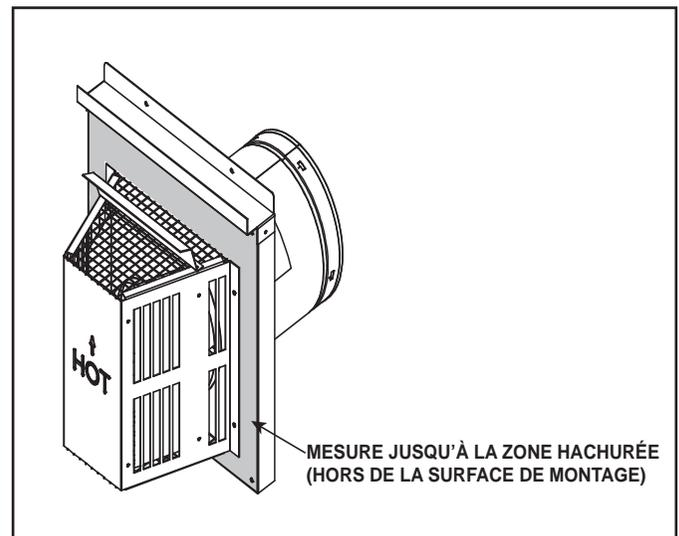

Figure 4.10 Mesure à la surface extérieure du montage
- Les extrémités horizontales sont mesurées par rapport à la surface de montage extérieure (bride du chapeau de l'extrémité). Voir la figure 4.10.